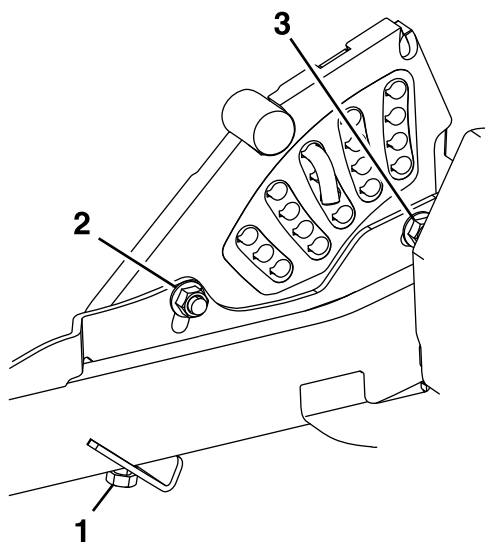

Figura 83
11. Se os quatro ajustadores da plataforma não tiverem ajuste suficiente para alcançar a altura correta de corte com o ancinho, pode ajustar o sistema de ponto único (Figura 83).
12. Para ajustar o sistema de ponto único de ajuste, desaperte primeiro os parafusos de montagem da placa de altura de corte frontal e traseira (Figura 83).
14. Aperte os dois parafusos na parte inferior da placa da altura de corte (Figura 83).